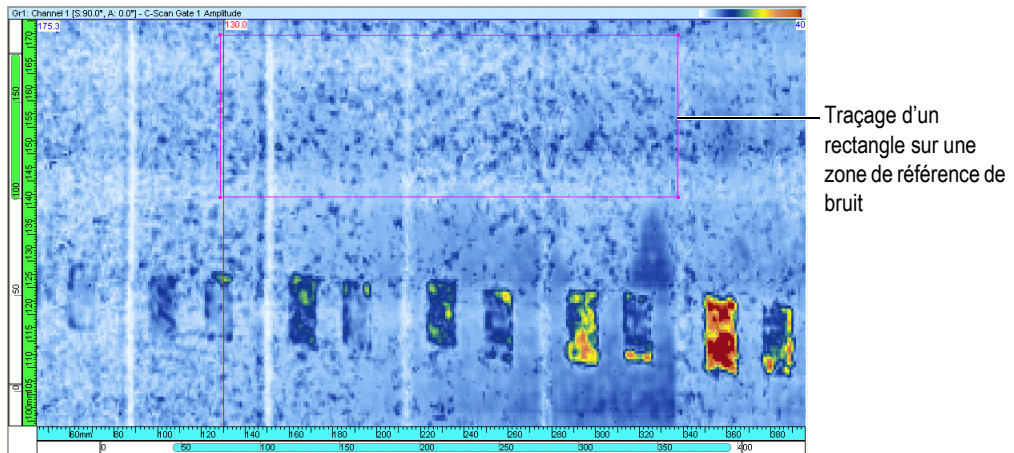

Figure 7-29 Sélection d'une zone de référence de bruit avec l'outil Zone
2. Sélectionnez l'outil Zone () dans la barre d'outils **Vue**, et puis tracez un rectangle sur une zone de référence de bruit (voir l'exemple montré dans la Figure 7-29 à la page 386).